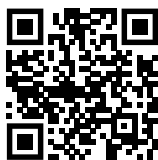

Fig. 140
- ▶ Otvorte Liebherr SmartMonitoring Dashboard. (pozri Fig. 140)